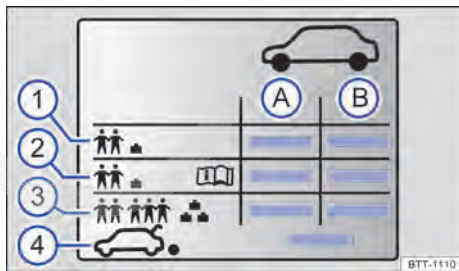

Fig. 234 Símbolos na etiqueta com as pressões dos pneus.
Indicações na etiqueta com as pressões dos pneus ⇒ Fig. 234:
Dependendo do veículo, a etiqueta com as pressões dos pneus pode ter uma pressão dos pneus de conforto ⇒ Fig. 234 (2). A pressão dos pneus de conforto possibilita aumentar o conforto da condução. Ao conduzir com a pressão dos pneus de conforto, pode aumentar o consumo de combustível.